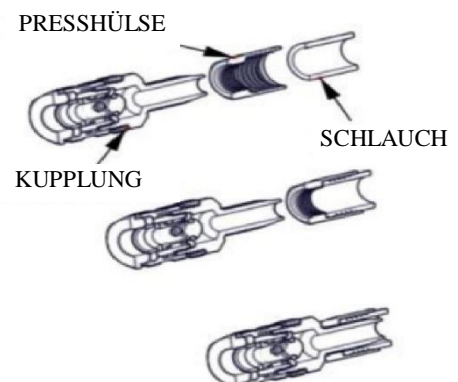

Abbildung 3-2 Austausch der Luftschauch-Schnellkupplung
b. AUSTAUSCH DER LUFTSCHLAUCH-SCHNELLKUPPLUNG. Ersetzen Sie mit Hilfe von Abbildung 3-2 eine verschlissene oder anderweitig beschädigte Schnellkupplung am Schlauch, indem Sie nach dem folgenden Verfahren vorgehen.